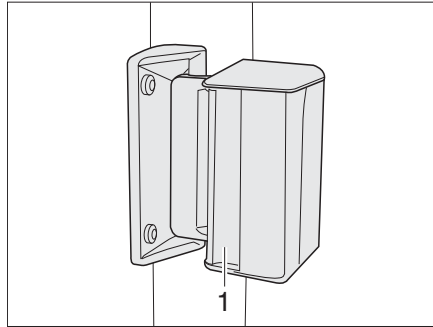

Bild 61 Skjutfönster
- Tryck handtaget (Bild 61,1) och skjut eller drag det samtidigt framåt eller bakåt.